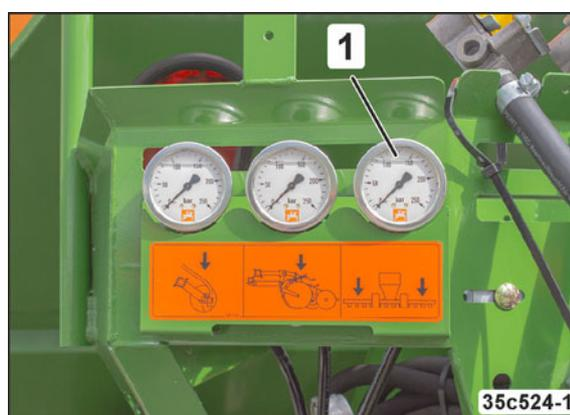

Fig. 86
- vom Traktorsitz aus am Manometer (Fig. 86/1).